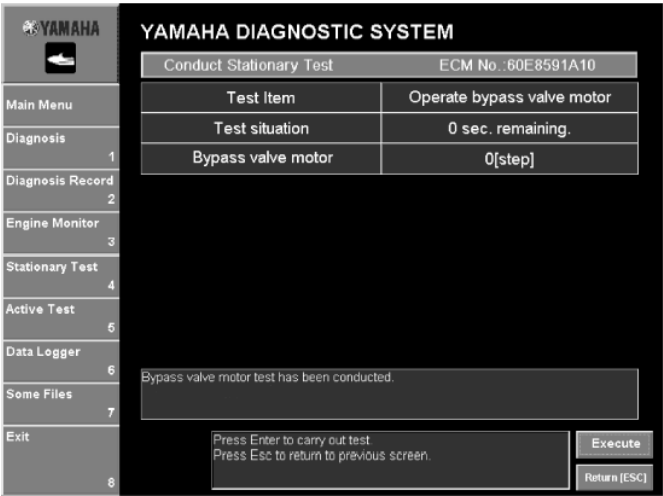

Рис. 87
4. для выполнения повторного теста снова щелкните по **Выполнить(Execute)** или нажмите клавишу Enter клавиатуры. Чтобы выполнить другой тест, щелкните по **Возврат[ESC] (Return[ESC])** или нажмите, Esc на клавиатуре, чтобы возвратиться к окну, в котором можно выбрать другой тест. (Рис. 87)